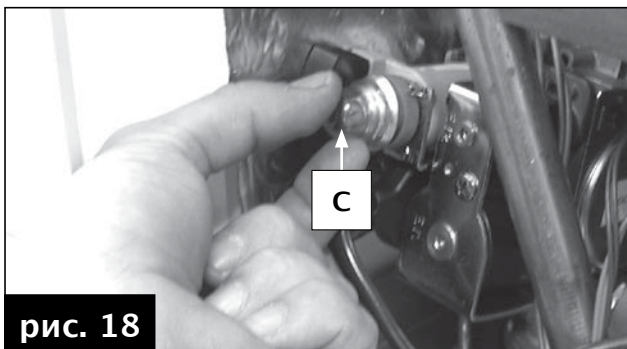

рис. 18
- снять пластмассовый колпачок С (Рис. 18), расположенный на бобине модулятора, который защищает регулировочные винты регулятора давления;